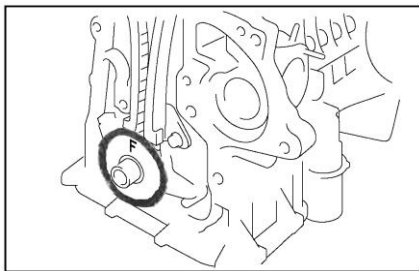

Рисунок II-82
15. Снимите ограждение звездочки с коленчатого вала (см. Рисунок II-82).